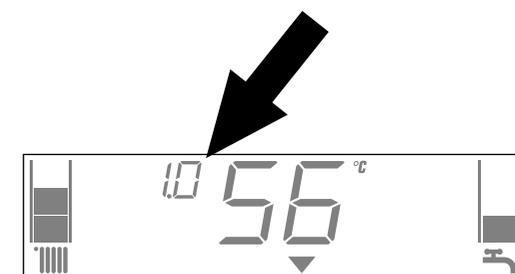

Fig. 8.4
- aprire di due o tre giri il tappo della valvola di sfogo aria automatica (A);
- aprire il rubinetto di riempimento (C) fino a che la pressione indicata dall'idrometro arrivi a circa 1 bar (*FIG. 8.4*).